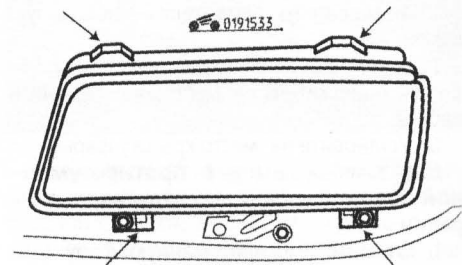

Рис. 9.21. Расположение болтов крепления блок-фары
5. Выверните четыре болта (рис. 9.21), выдвиньте блок-фару, отсоедините колодки жгутов проводов и снимите блок-фару.